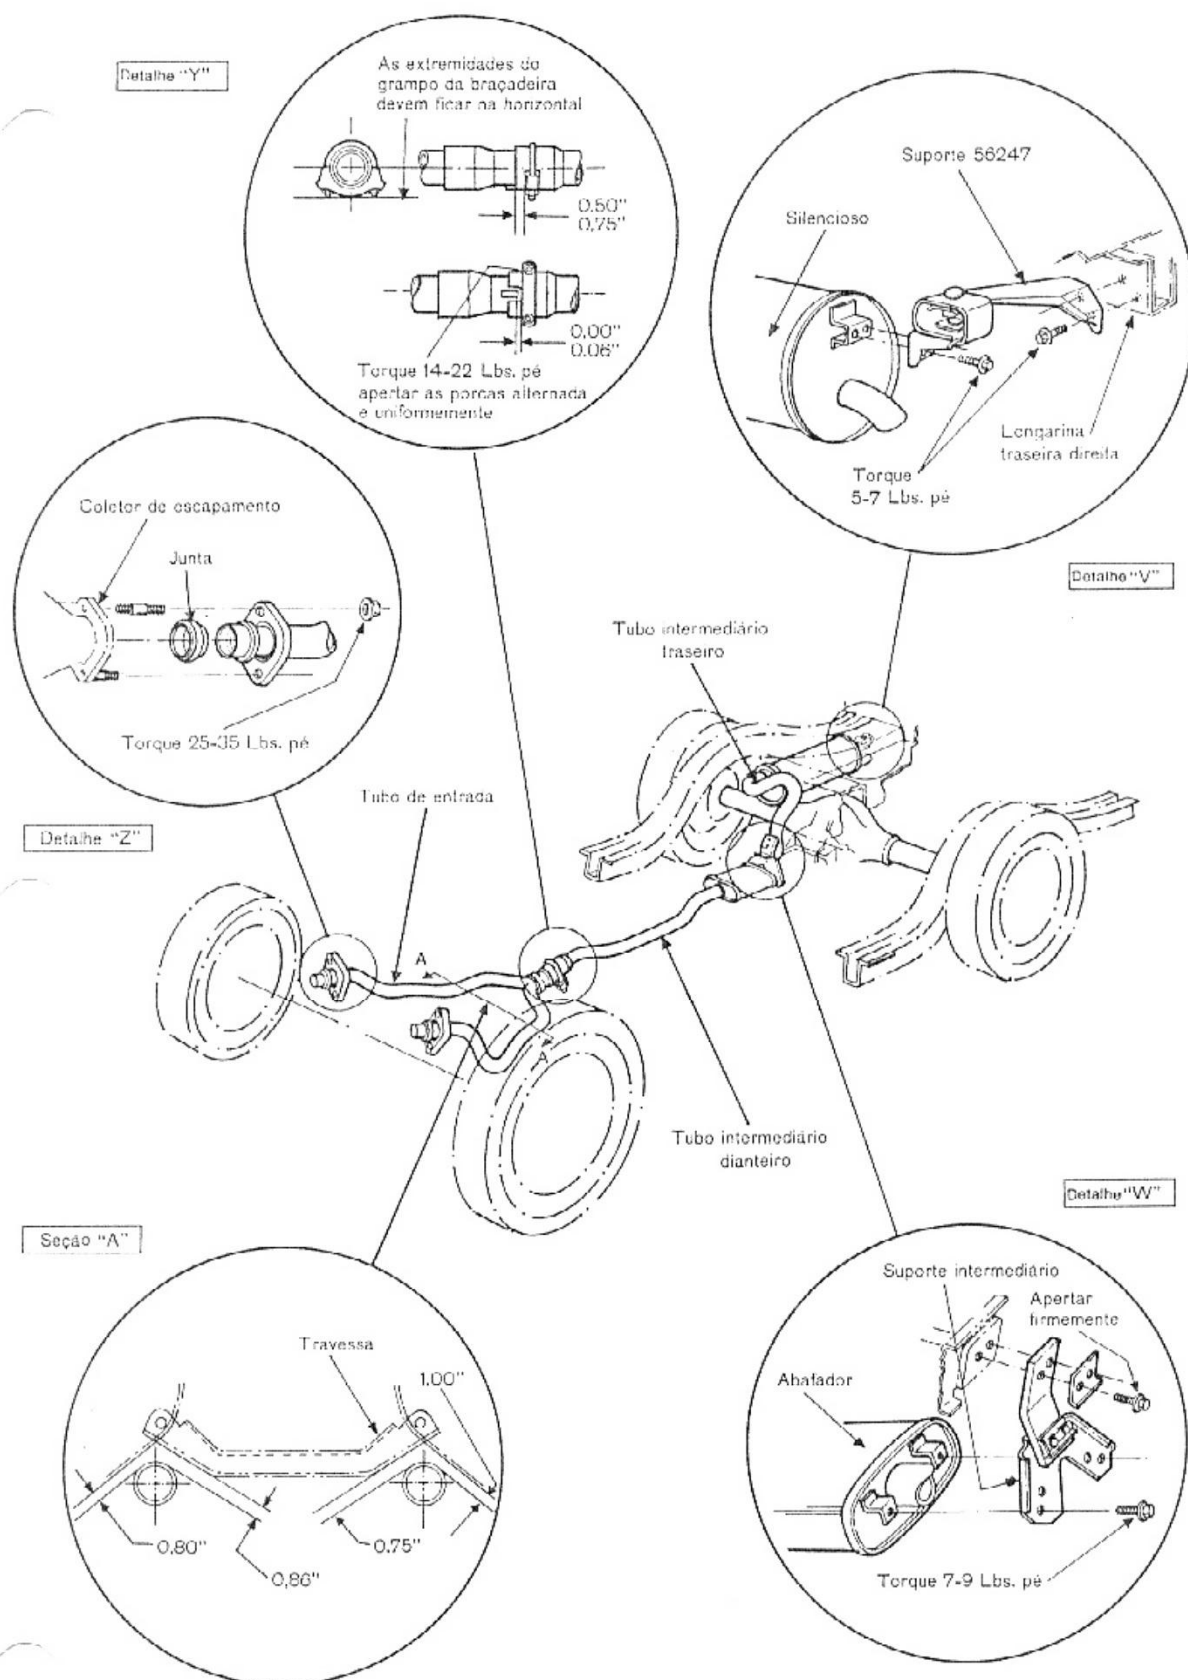

fig. 2 - sistema de escapamento - motor 8 cilindros
Os veículos com motor de oito cilindros possuem dois coletores, uma tubulação de entrada em Y, tubulação intermediária dianteira, abafador, tubulação intermediária traseira e silencioso (fig. 2).
7. Unir os dois pontos por uma linha. Riscar uma perpendicular a essa linha, situada à distância média da distância entre as linhas A e C. A linha assim determinada, corresponde a linha central do painel (fig. 2).
8. Medir a altura do solo ao centro dos faróis e subtrair 50,8 cm, da altura real. Marcar essa diferença acima da linha horizontal de referência. Traçar uma linha horizontal paralela a linha de referência. Essa linha é a de centro dos faróis (Linha H da fig. 2).
9. Marcar as demais linhas que aparecem na fig. 2.